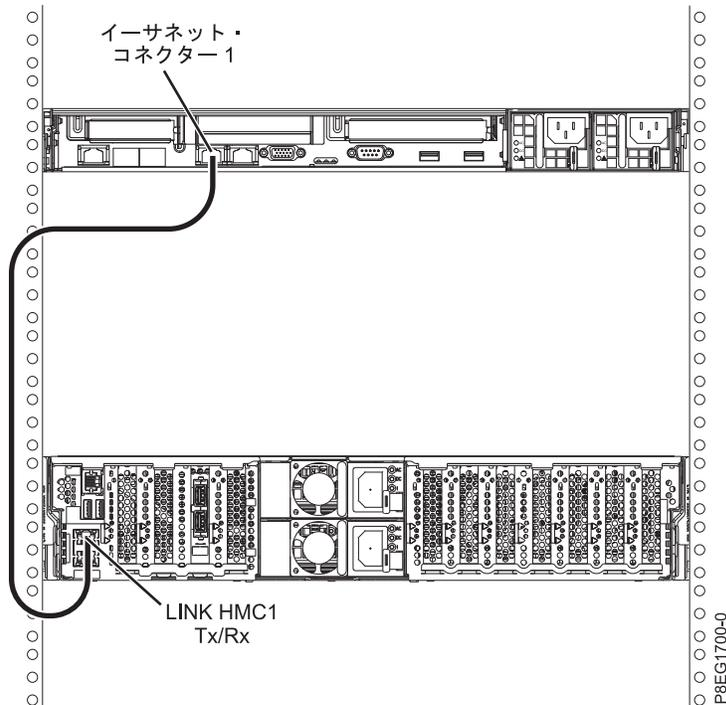

図 17. 管理対象システムへの HMC の取り付け
1. HMC を管理対象システムに直接接続する場合は、HMC のイーサネット・コネクタ 1 を管理対象システムの HMC1 ポートに接続します。16 ページの図 17 を参照してください。